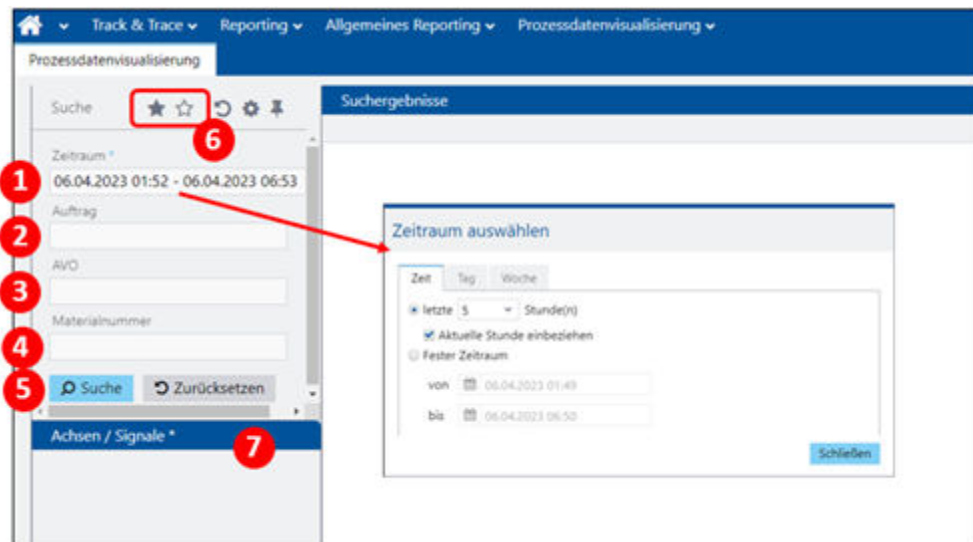

Bild 16: Eingabemaske Prozessdatenvisualisierung
1. Gewünschte Daten (Bild 16, (1 – 4)) in der Eingabemaske ausfüllen.
2. Unter **Achsen / Signale** (Bild 16, (7)) rechte Maustaste klicken.
- ① Maximal zwei Achsen sind wählbar.
- ① Schritte 3 – 7 für beide Achsen ausführen.
8. **Suche** (Bild 16, (5)) klicken.